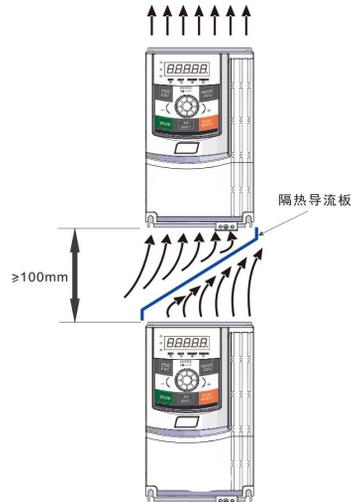

图3-6. CM530H-PLUS变频器安装示意图
- 1) 请垂直安装变频器，便于热量向上散发。但不能倒置。若柜内有较多变频器时，最好是并排安装。在需要上下安装的场合，请参考图3-6的示意，安装隔热导流板。